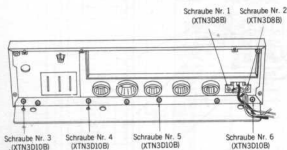

Abb. 4
5. Die zwei (2) Befestigungsschrauben der Kopfhörerbuchse Nr. 1-2 entfernen. Vgl. Abb. 4.
6. Die vier (4) Frontplatten-Befestigungsschrauben Nr. 3-6 entfernen. Vgl. Abb. 4.